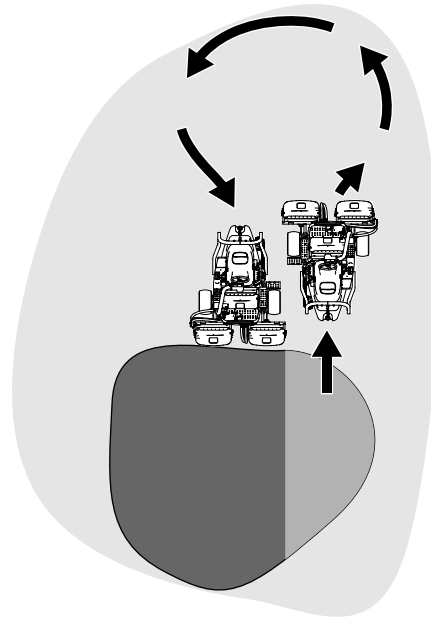

Figura 23
6. Per ridurre i tempi operativi e facilitare l'allineamento per la passata successiva, sterzate momentaneamente la macchina nella direzione opposta, quindi sterzatela nella direzione della porzione non tagliata. Questo movimento delinea una curva a goccia (Figura 23) che allinea rapidamente la macchina per la passata successiva.